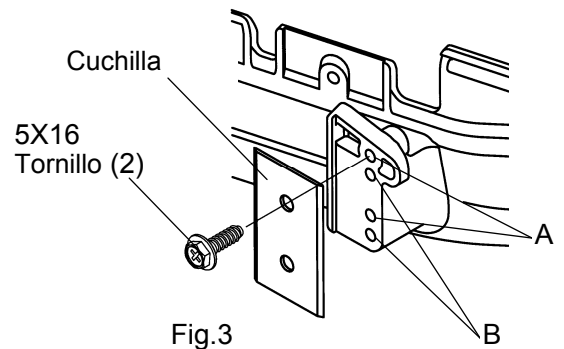

Fig.3
1. Coloque la cuchilla que limita la longitud del nylon utilizando dos tornillos de 5x16 bloqueado con la tuerca cuadrada. Ver Fig. 3.